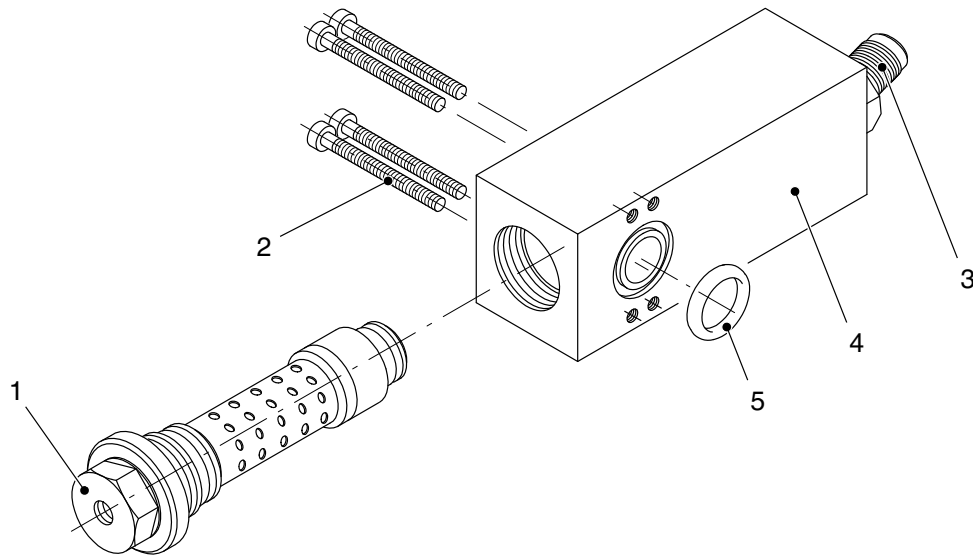

Fig. 5-11
1. Se o corpo do filtro (4, Fig. 5-11) tiver sido desenroscado, é necessário substituir sempre a junta tórica (5, Fig. 5-11).